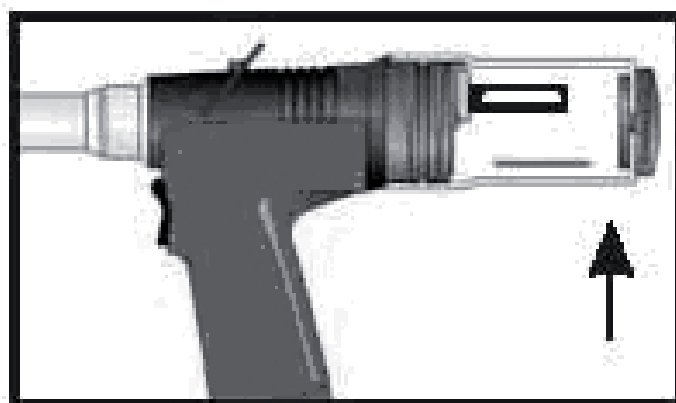

Fig. 06
- Der Nietdorn wird entsprechend der eingestellten Ansaugleistung automatisch in den Auffangbehälter transportiert (Fig. 06).